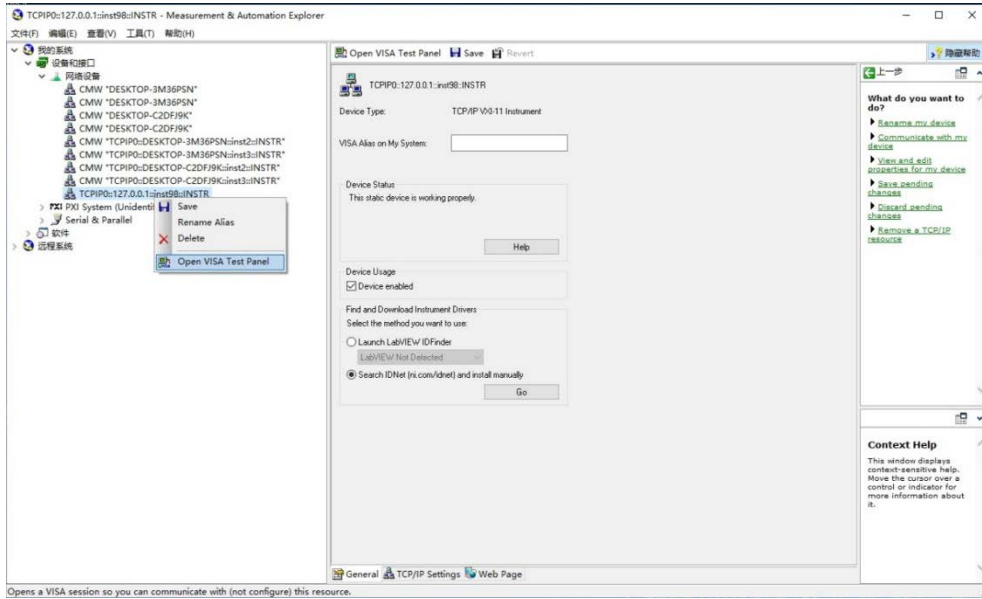

图 7.8 Open VISA Test Panel
6. 右键建立的目标连接上，点击 Open VISA Panel 进行通信，如图 7.8 所示；